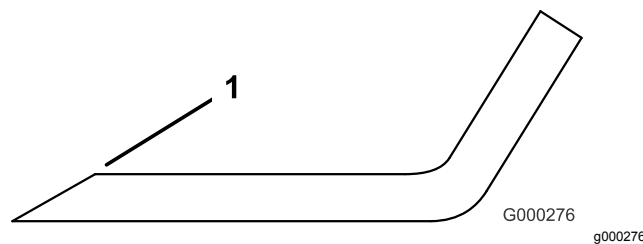

Figure 57
1. Au moyen d'une lime, aiguissez les tranchants aux deux extrémités de la lame (Figure 57).